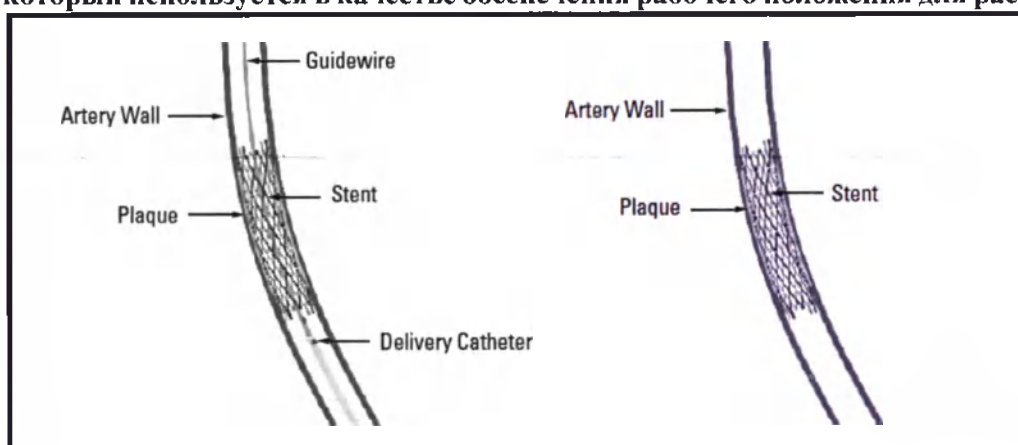

Рисунок 7. Установка стента в заданное положение Рисунок 8. Раскрытый стент
7. Ослабьте поворотный гемостатический клапан на наружном корпусе системы доставки. Раскройте стент, удерживая ступицу внутреннего корпуса системы доставки стационарно одной рукой, одновременно продолжая осторожно вытягивать ступицу наружного корпуса системы доставки другой рукой. Это приведет к раскрытию стента. Смотрите **Рисунок 7. Установка стента в заданное положение.**